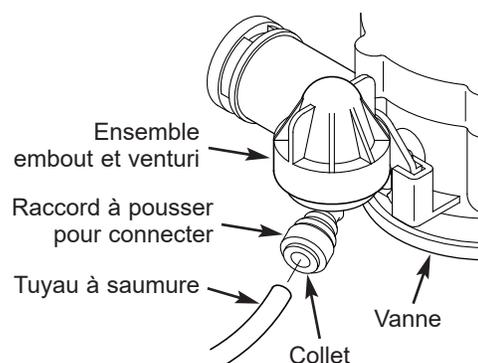
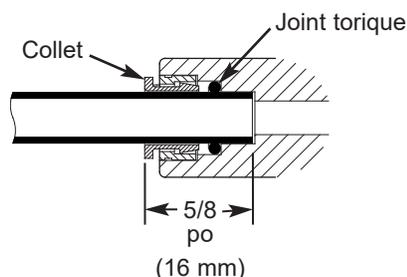

FIG. 13
FIG. 15
- c. Connectez le tuyau à saumure en insérant l'extrémité dans le raccord à pousser pour connecter sur l'ensemble embout et venturi de la vanne (cf. Fig. 13). Poussez-le jusqu'à ce qu'au moins 16 mm (5/8 po) de tuyau soit inséré (cf. Fig. 15).